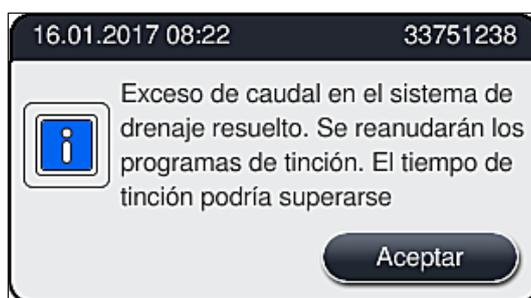

Fig. 119
5. Cierre la cubierta del instrumento y confirme el mensaje informativo (→ "Fig. 119") pulsando **Aceptar**.